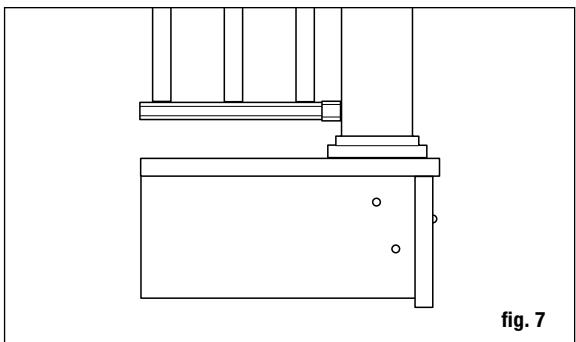

fig. 7
Étape 3 Grâce au niveau, positionnez et mettez le poteau du garde-corps d'escalier à niveau et maintenez-le avec un serre-joint à la face intérieure du limon. Remettez à niveau. Le poteau du garde-corps d'escalier de 10 x 10 cm (4 x 4 po) devrait être boulonné à l'intérieur du limon d'escalier en utilisant deux boulons de carrosserie galvanisés 1/2 x 6 po. Les poteaux de coin utilisent un troisième boulon de carrosserie inséré à travers la solive adjacente (fig. 7). Les poteaux au niveau du sol devraient être installés dans le béton.